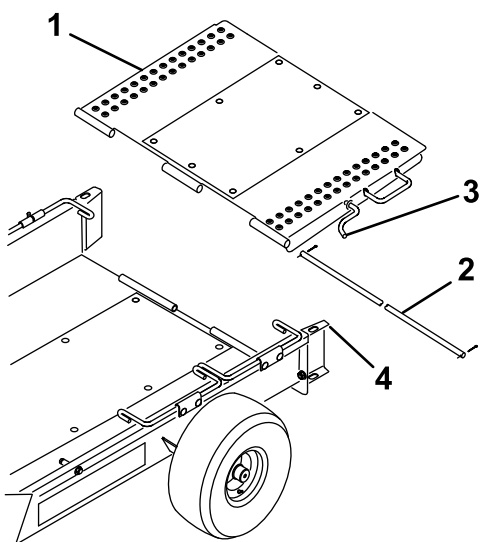

Figura 3
- Montate la rampa del rimorchio sul retro del pianale con il perno di incernieramento e le due coppie (Figura 3).
- Ruotate verso l'alto la rampa del rimorchio e agganciate il suo fermo nel foro nella parte superiore della guida ruote (Figura 3).
8. Ruotate verso l'alto la rampa del rimorchio e agganciate il suo fermo nel foro nella parte superiore della guida ruote (Figura 3).